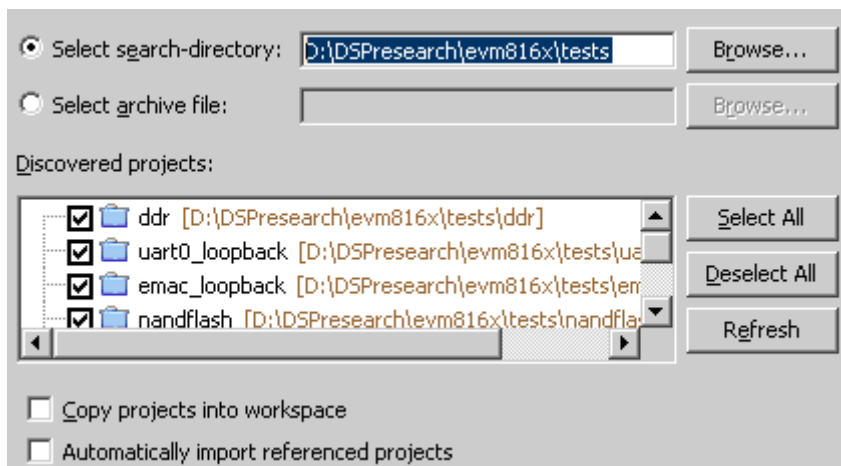

图 1-1-2
4. 选择[Import Existing CCS Eclipse Project]后，点击[Browse]按钮浏览文件夹，选择源码目录：D:\DSPresearch\evm816x\tests，点击[Select ALL]选择所有工程，如图 1-1-2 所示：